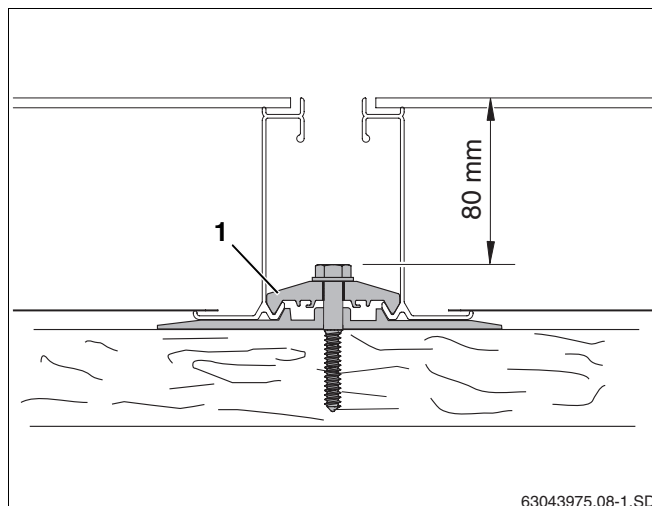

Abb. 28 Doppelseitigen Niederhalter einschrauben
- Die Schraube des doppelseitigen Niederhalters (Abb. 28, **Pos. 1**) anziehen. Hierzu ist eine Verlängerung von mind. 80 mm notwendig.